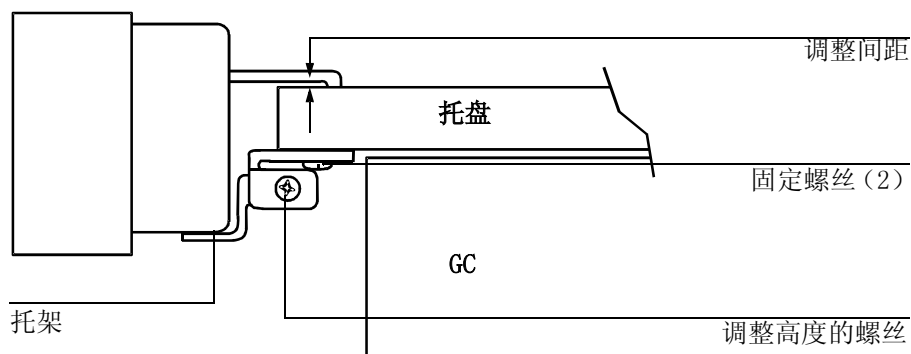

图 4 条形码读出器托架
5. 调整条形码读出器的高度。轻轻松开托架边上的高度调整螺丝并提高或降低托架直到条形码读出器的装配夹与托盘之间有一个很小的缝隙——大约一张纸的厚度。参见图 4。然后拧紧高度调整螺丝。